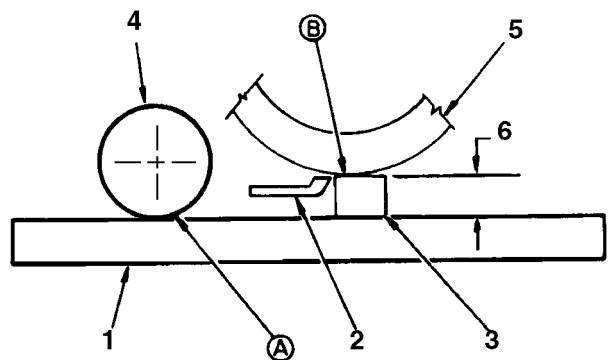

Bild 4
- Ein 70 cm langes Flacheisen (Bild 4), das ungefähr 3 mm dicker als die gewünschte Schnitthöhe ist, unter die Spindel einführen und gegen die Schnittkante des Untermessers (Bild 4) stellen. Die Spindel (nicht das Untermesser) muß über ihre gesamte Länge mit dem Flacheisen Kontakt haben.
- Ein Flacheisen (Bild 4) von 70 cm Länge und Dicke gleich der gewünschten Schnitthöhe unter die gesamte Länge der Spindel neben dem Untermesser einführen.